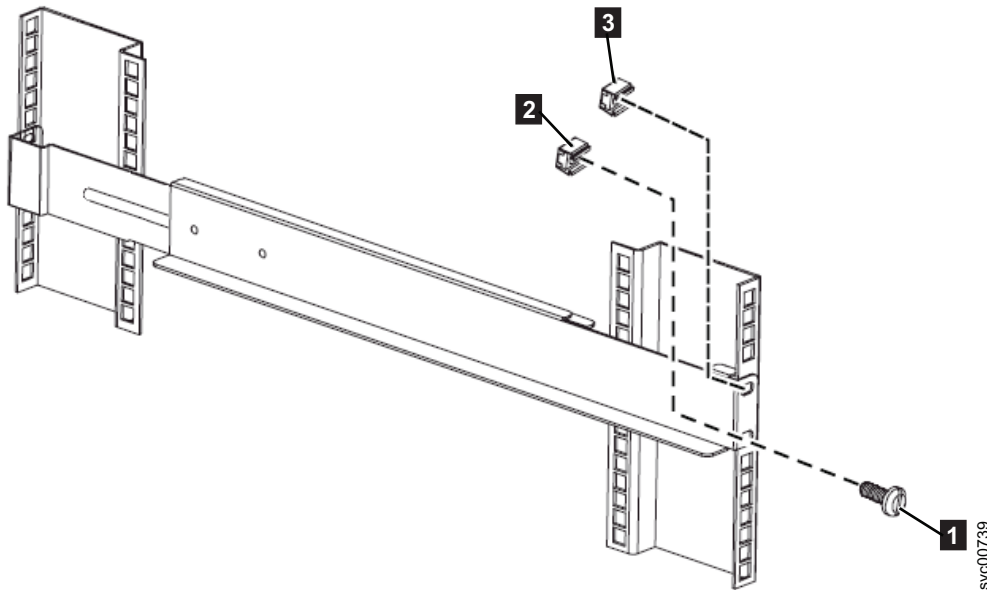

Figura 11. Conectando a Frente do Trilho do 2145 UPS-1U no Rack.
7. Instale 2 porcas de clipe **2** e **3** na frente do rack. Em seguida, conecte o trilho usando apenas 1 parafuso M6 x 10 **1** no orifício de montagem inferior, conforme mostrado na Figura 11 na página 21.